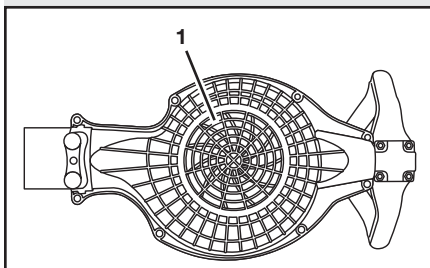

Fig. 8
1. Gire la sopladora hacia abajo (Fig. 8).
2. Cepille cuidadosamente cualquier residuo fuera de la pantalla de entrada de aire (1).